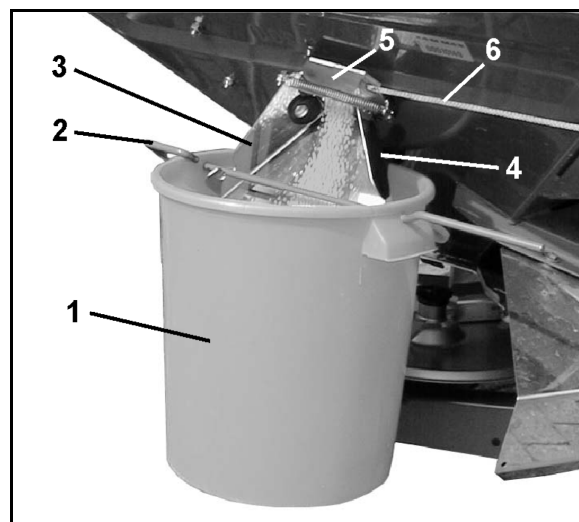

Fig. 68
7. Ta telleskiven for dreieprøver i hånden. Finn tallverdien **17,5 (A)** på skalaen (Fig. 68/2) for oppsamlet mengde [kg] og sett den overfor posisjon **K (B)** på den fargede skalaen (Fig. 68/3).
8. Finn ønsket spredningsmengde (400 kg/ha) (C) på skalaen for spredningsmengde (Fig. 68/1) og les av den nødvendige spjeldstillingen (posisjon) **23 (D)**.